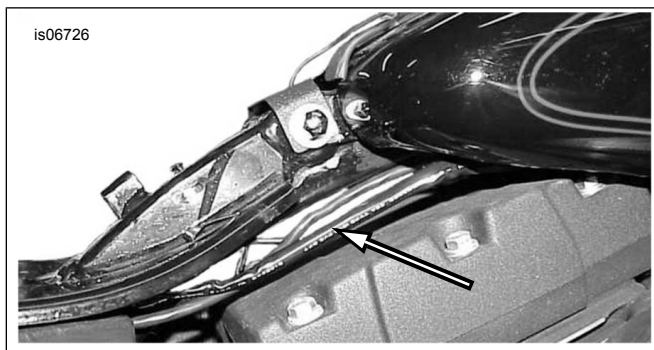

Рисунок 31. Прокладка проводов передатчика к фаре (модель Дуна)
1. См. Рисунок 31. Используйте стяжки кабеля из комплекта для крепления оставшегося провода (белого) передатчика и рукава электропроводки к проводам транспортного средства, идущим к фаре. Поднимите топливный бак. Протяните провода под баком к фаре.